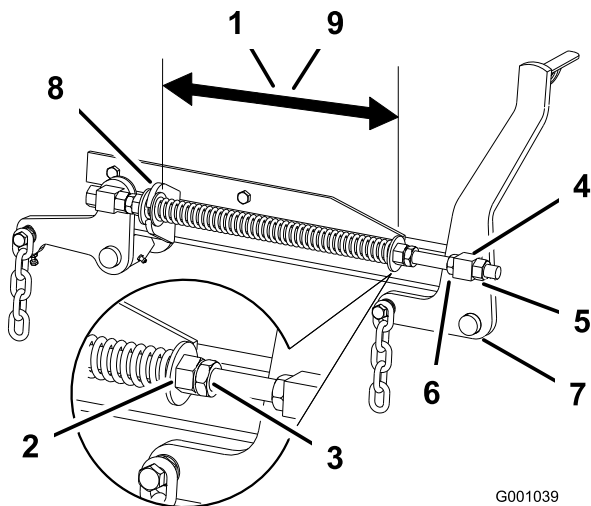

Figure 74
2. Vérifiez que les deux grandes rondelles sont espacées de 26,7 cm (10,5 po) sur les plateaux de coupe de 60 pouces, et de 29,2 cm (11,5 po) sur les plateaux de coupe de 72 pouces (Figure 74).
3. Réglez cette distance en desserrant l'écrou de blocage du ressort et en tournant l'écrou devant chaque ressort (Figure 74). Tournez l'écrou dans le sens horaire pour raccourcir le ressort, et dans le sens inverse pour l'allonger.
4. Bloquez l'écrou en position en serrant l'écrou de blocage du ressort (Figure 74).